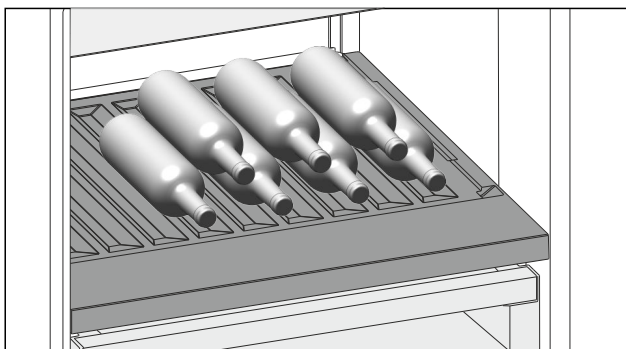

Fig. 115
- ▶ Помістіть пляшки дном у напрямку до задньої стінки. (див. Fig. 115)